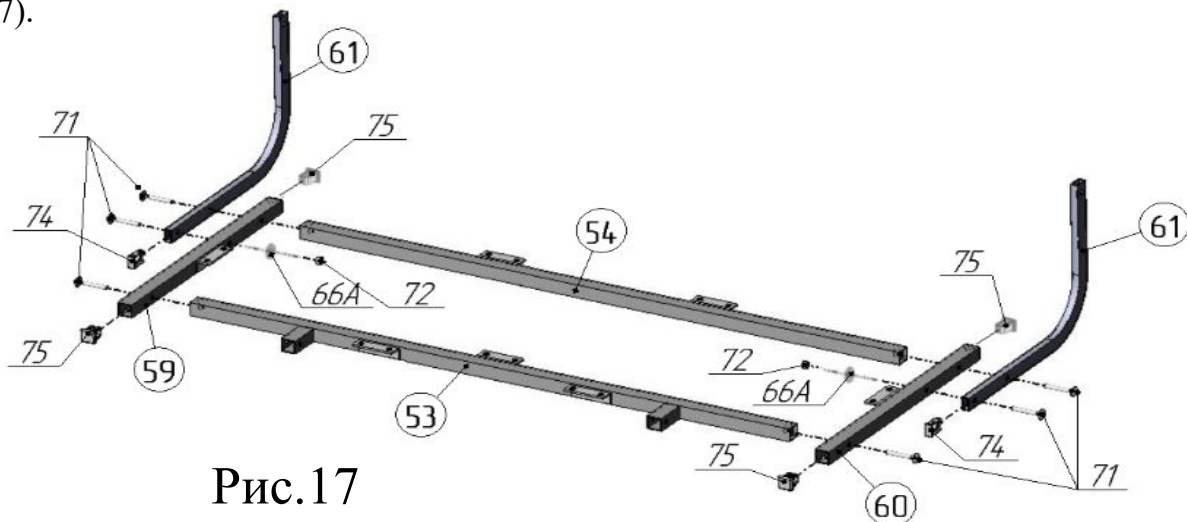

Рис.17
19. В тяги-уголки поз.61 вставить заглушки 10x20 поз.74 (рис.17). К штангам поз.53,54 присоединить штанги поз.59,60, тяги-уголки поз.61, используя винты М6х40 поз.71, в соответствии с рисунком 17. В двух местах соединить штанги поз.59,60 с тягами-уголками поз.61, используя гайки М6 со стопорным кольцом поз.72, винты М6х40 поз. 71, шайбы Ø6х18 стальные поз.66А. В торцы штанг поз.59,60 вставить заглушки 20x20 поз.75 (рис.17).